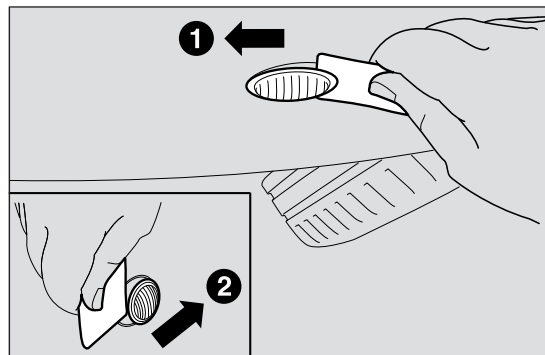

fig. 112
- ☐ hacer palanca en el transparente actuando inicialmente de la parte delantera a la trasera (1 - fig. 112);
- ☐ después, hacer palanca en dirección contraria actuando desde la parte trasera (2 - fig. 112) y extraer el grupo B;